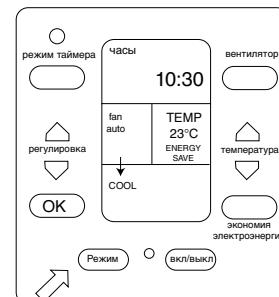

Рис. 12
- Каждый раз при нажатии кнопки, указанной на рис.12, режим работы будет меняться в следующей последовательности: Охлаждение ↔ Осушение ↔ Вентилирование ↔ Нагрев
- При использовании режима охлаждения на дисплее будет отображено COOL. При его использовании всегда необходимо устанавливать температуру ниже той, которая имеется в помещении в данный момент, в противном случае кондиционер не введет режим охлаждения, но вентилятор будет продолжать работать (рис.12).